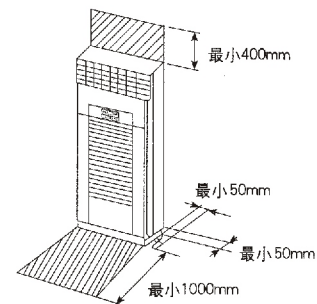

图1 操作空间
- 室内机周围不应存有任何障碍物，否则会妨碍日后的维修工作及室内机空气流通，如图1所示。